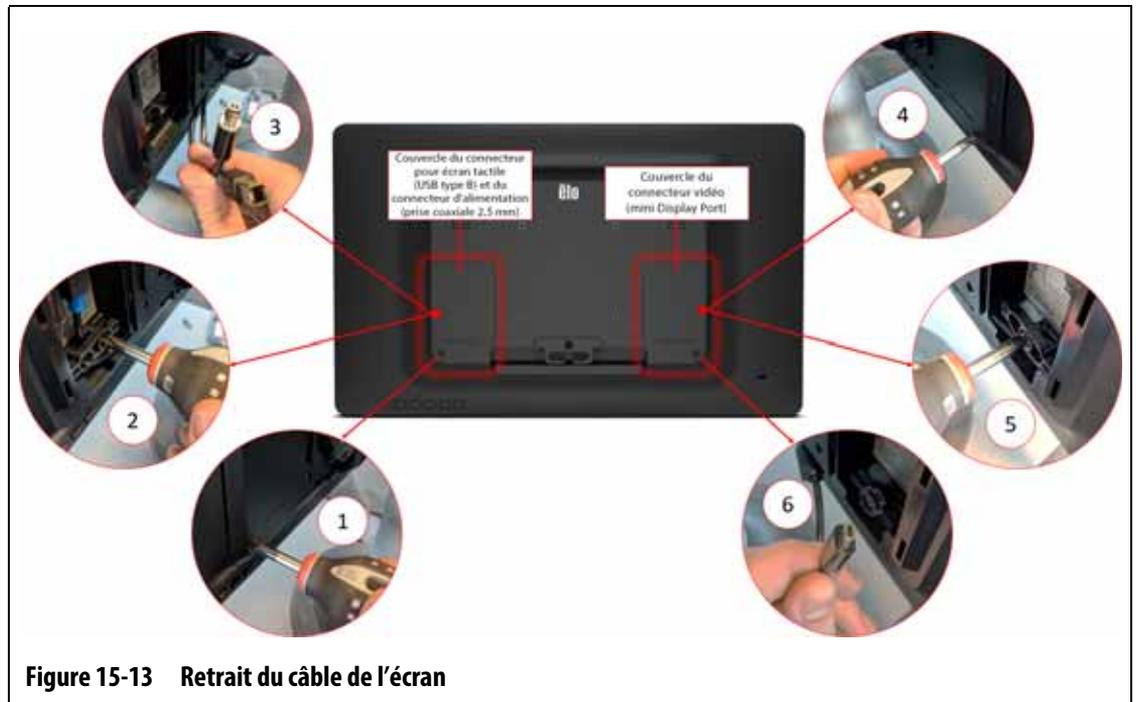

Figure 15-13 Retrait du câble de l'écran
3. Au dos de l'écran tactile, vers la gauche, trouvez le couvercle des connecteurs de l'écran tactile et de l'alimentation, puis retirez la vis qui le fixe avec un tournevis cruciforme n°4. Veuillez-vous reporter au numéro 1 dans Figure 15-13.
4. Une fois le couvercle retiré, trouvez la barre de retenue du câble et retirez la vis qui le fixe avec le tournevis n°4. Veuillez-vous reporter au numéro 2 dans Figure 15-13.
5. Après avoir retiré le support de retenue du câble, tirez avec précaution vers le bas sur le connecteur de l'écran tactile (USB de type B) pour le débrancher de son port et suivez la même procédure pour le connecteur d'alimentation adjacent (prise coaxiale 2,5 mm). Veuillez-vous reporter à la légende 3 dans Figure 15-13.
6. Au dos de l'écran tactile, vers la droite, trouvez le couvercle du connecteur vidéo et retirez la vis qui le fixe avec un tournevis cruciforme n°4. Veuillez-vous reporter à la légende 4 dans Figure 15-13.
7. Une fois le couvercle retiré, trouvez la barre de retenue du câble et retirez la vis qui le fixe avec le tournevis n°4. Veuillez-vous reporter à la légende 5 dans Figure 15-13.
8. Après avoir retiré le support de retenue du câble, tirez avec précaution vers le bas sur le connecteur vidéo (Mini DisplayPort) pour le mettre hors tension de son port. Veuillez-vous reporter à la légende 6 dans Figure 15-13.